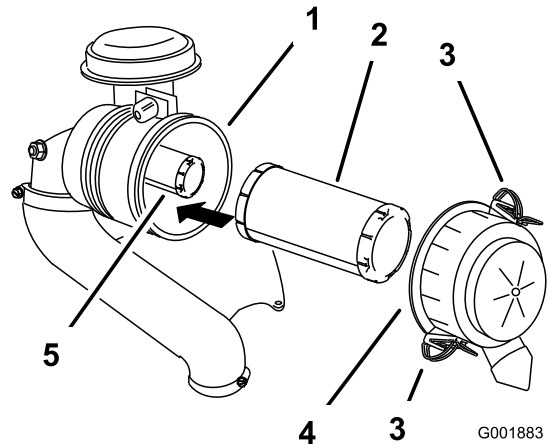

Figure 48
3. Ouvrez les dispositifs de verrouillage du filtre à air et détachez le couvercle du boîtier du filtre (Figure 48).
5. Sortez le préfiltre du boîtier du filtre avec précaution (Figure 48).
2. Si vous remplacez l'élément intérieur, insérez-le avec précaution dans le boîtier du filtre (Figure 48).
3. Placez ensuite le préfiltre sur l'élément de sécurité avec le même soin (Figure 48).
4. Remettez en place et verrouillez le couvercle du filtre à air (Figure 48).